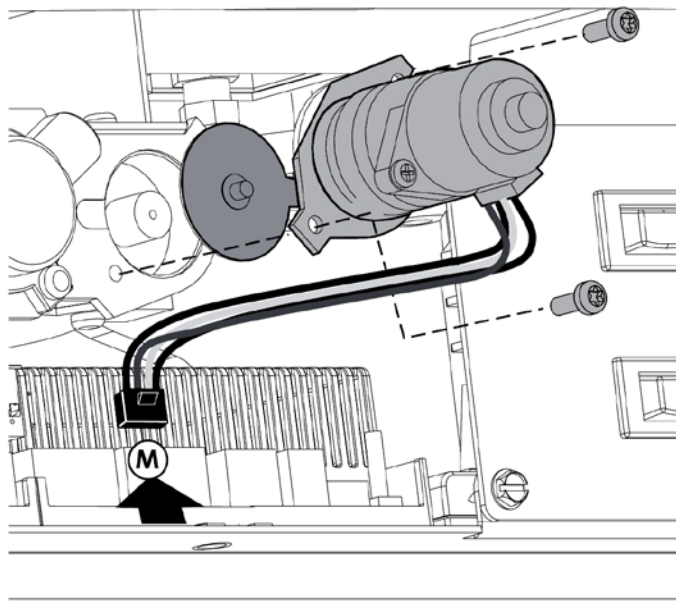

Figure 41.
1. Avec un tournevis Torx T-20, retirez les deux vis de l'avant du régulateur manuel et retirez les composants, tel que montré à la fig. 41.
3. Connectez le faisceau de câble à la borne (M) de la face avant du panneau de contrôle IFC, tel que montré à la fig. 41.